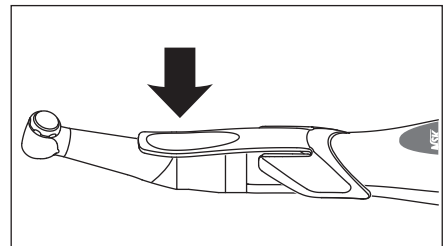

Bild 8
- 3) Tryck på strömknappen i mer än två sekunder för att slå på strömmen, tryck på den del som är markerad med en pil på Bild 8 och bekräfta att motorhandstycket roterar som det ska.